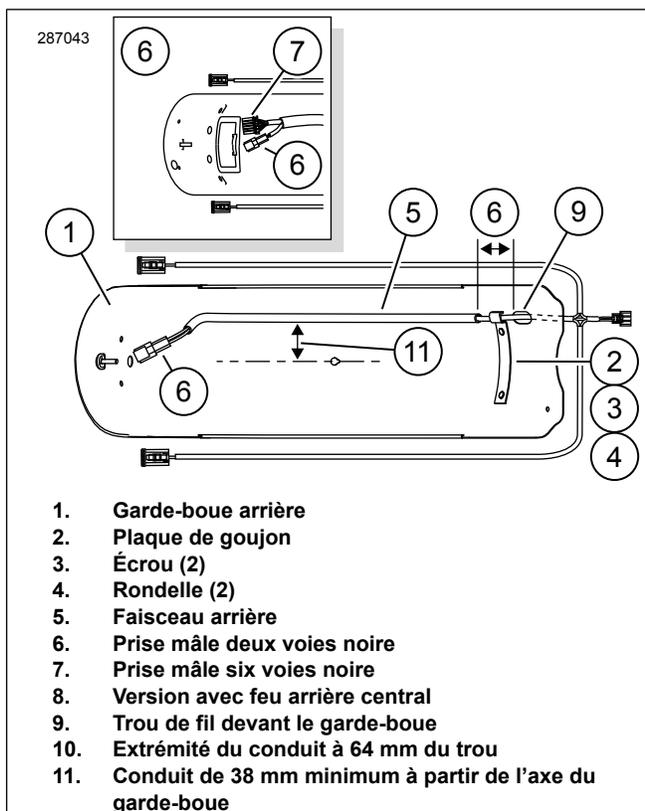

Figure 2. Installer le faisceau du garde-boue arrière
1. Voir la figure 2. Nettoyer le dessous du garde-boue (1) le long du trajet de montage du faisceau comme indiqué avec un mélange à part égale d'alcool isopropylique et d'eau distillée (50 %/50 %). Laisser sécher complètement. Ne pas utiliser de solvants ou de produits chimiques agressifs qui endommagent les surfaces peintes.